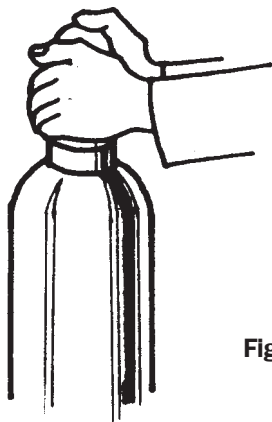

Figura 21
- 1) Destornillar la cubierta de protección de los tubos (**figura 21**).